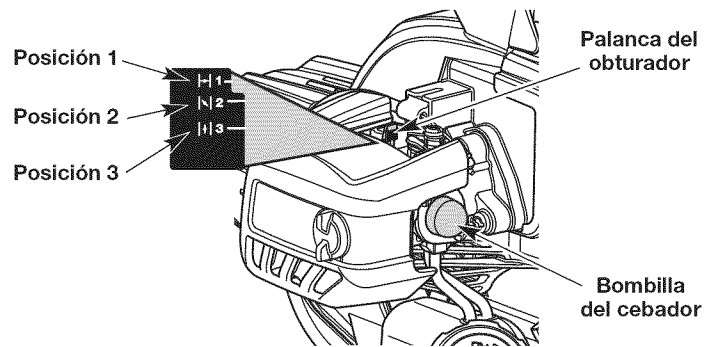

Fig. 5
3. Oprima completamente el cebador y suéltelo **10** veces. Hágalo lentamente. Se deberá ver un poco de combustible en el cebador (Fig. 5). Si no puede ver el combustible en el cebador, oprímalo y suéltelo tantas veces como sea necesario hasta que vea combustible en el mismo.
4. Mueva la palanca del obturador a la **Posición 1** (Fig. 5).
7. **Continúe oprimiendo el control del regulador.** Coloque la palanca del obturador en la **Posición 2** (Fig. 5).
10. **Continúe oprimiendo el control del regulador.** Coloque la palanca del obturador en la **Posición 3** (Fig. 5).